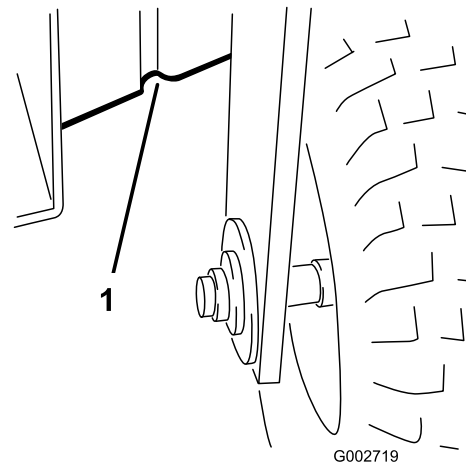

Bild 21
- Vorne: Unter dem Rahmen hinter dem Vorderrad (Bild 21).